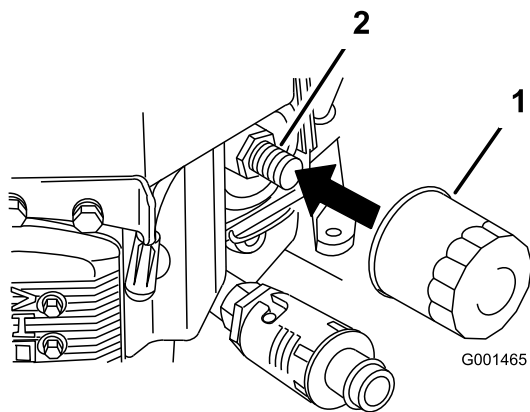

Figure 36
2. Retirez le filtre usagé (Figure 36).
3. Appliquez une fine couche d'huile neuve sur le joint en caoutchouc du filtre de rechange (Figure 36).
4. Posez le filtre à huile de rechange sur l'adaptateur, tournez le filtre dans le sens horaire jusqu'à ce que le joint en caoutchouc touche l'adaptateur, puis serrez le filtre de 3/4 de tour supplémentaire (Figure 36).